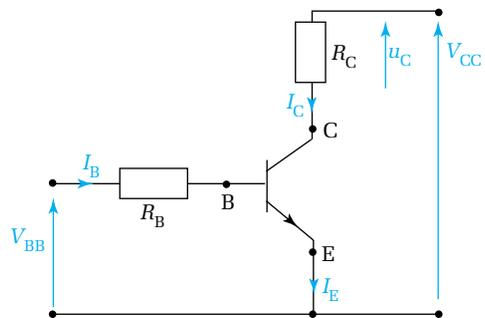

Figure 17.24
**5.** Le coefficient d'amplification en courant du transistor de la figure 17.24 est  $\beta = 75$ . On donne  $I_B = 2,0 \text{ mA}$ ,  $R_C = 100 \Omega$  et  $V_{cc} = 24 \text{ V}$ . Quelle est la valeur de  $V_{CE}$  ?
**6.** Le transistor de la figure 17.24 a cette fois pour coefficient d'amplification en courant  $\beta = 120$ , pour tension de saturation  $V_{CEsat} = 0 \text{ V}$ . On donne  $R_C = 50,0 \Omega$  et  $V_{cc} = 48,0 \text{ V}$ . Quelle est l'intensité minimale  $i_{B1}$  qui permet de saturer le transistor ?